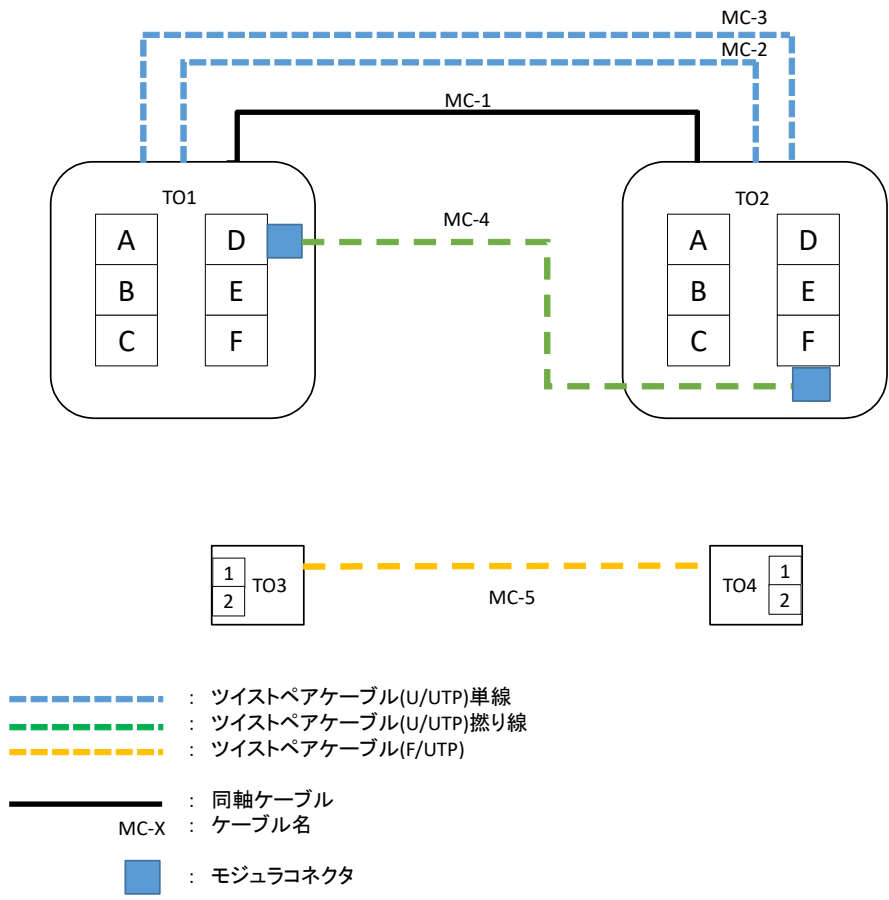

図3 配置図(例)
- ・ 各ケーブルの両端及び TO に識別ラベルを取り付ける。ラベルは、図 3 に記載のケーブル名及び TO 名とする。